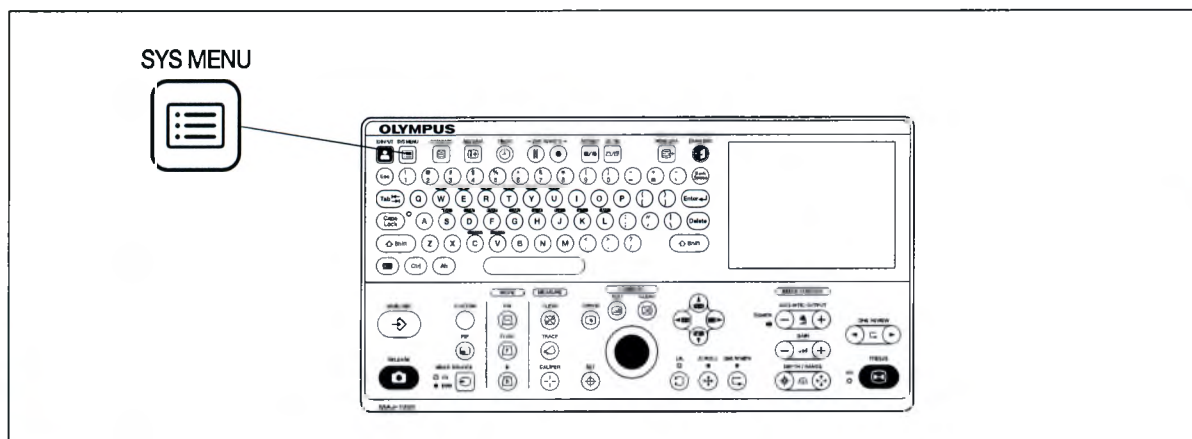
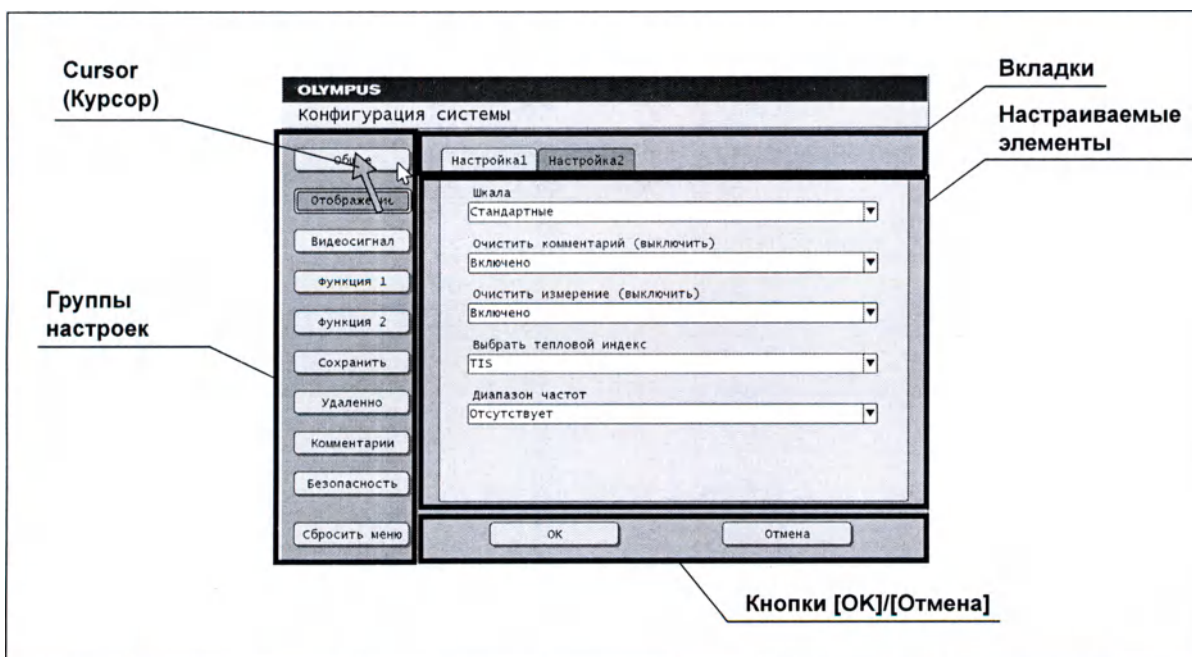

Рисунок 4.1
Рисунок 4.2
- 1 Нажмите клавишу SYS MENU (см. рис. 4.1). На экране монитора появится меню конфигурации системы (см. рис. 4.2).